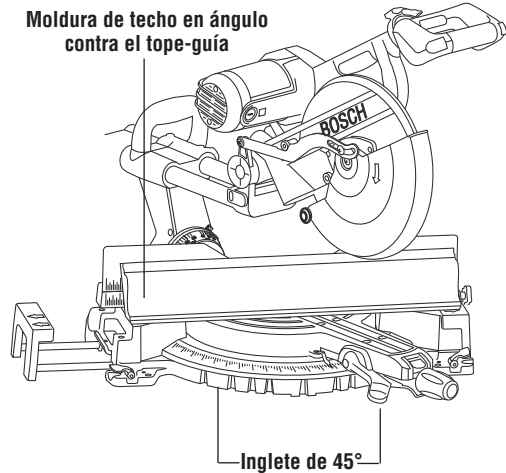

Figura 40. Moldura de techo en ángulo respecto a la mesa y al tope-guía
2. Para una esquina de 90°, ajuste el ángulo de inglete de acuerdo con la tabla de abajo. Apriete el pomo de fijación de inglete (Figura 40).